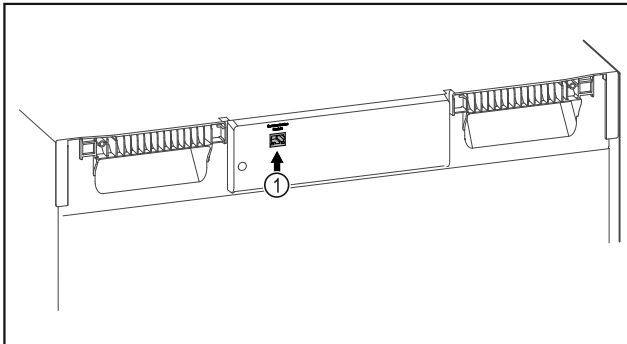

Fig. 107
- ☐ Το SmartModule Fig. 107 (1) χρησιμοποιείται.